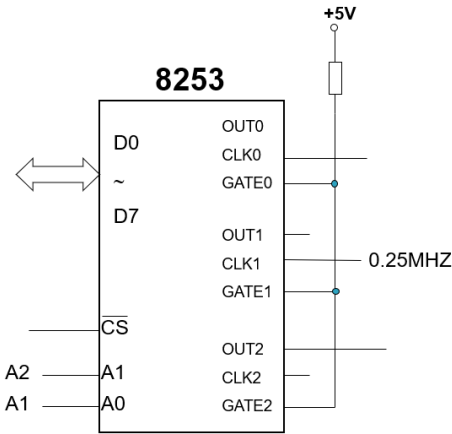

图 2 某 8253 应用系统
4.在某 8253 应用系统（如图 2）中，CLK1 的输入脉冲频率为 0.25MHz。要求使用 OUT1、OUT2、OUT3 中的任一引脚输出方波（方式 3），方波宽度为 2 分钟。试画出实现此功能的连线图，写出相应定时/计数器通道的方式控制字及其计数初值。8253 的控制字格式见附录 1。